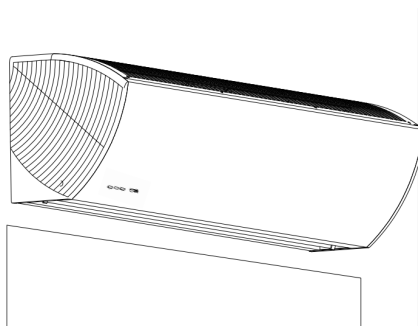

Imagen 3: Fije la cortina de aire
3. Fije la cortina de aire: coloque la cortina de aire en la placa de montaje y fíjela con tornillos (imagen 3)